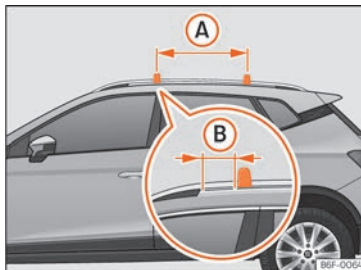

Abb. 120 Befestigungspunkte der Längsträger für den Dachgepäckträger.
Die Querstangen werden an der seitlichen Dachreling angebracht. Der Abstand zwischen den Querstangen » Abb. 120 (A) muss 75 cm betragen und der Abstand der Querstangen mit den Halterungen der Seitenstangen des Dachs (B) muss 5 cm betragen.